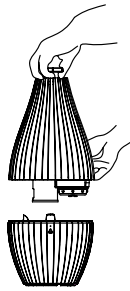

Abb. 2
- Nehmen Sie den Wassertank ab (Abb. 2).